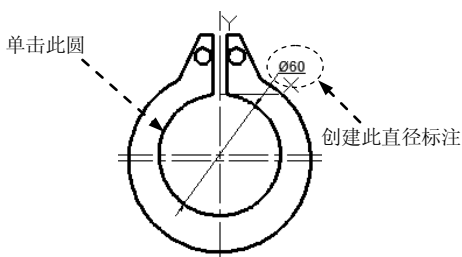

图 17.2.13 标注第一个圆
(1) 标注图 17.2.13 所示的第一个圆的直径。选择下拉菜单 **标注(A)** \rightarrow **直径(D)** 命令,然后单击图 17.2.13 所示的圆,在绘图区空白处单击一点,以确定尺寸放置的位置。